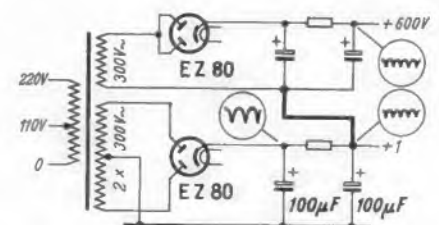

Bild 2. Verbesserter Netzteil, Brummspannung fast auf Null verringert
Abhilfe brachte eine Schaltung nach Bild 2, in der die Hochspannungswicklung mit dem Siebkondensator verbunden wird. Die hier auftretende Wechselspannung ist bereits geringer, so daß der Fehler behoben ist. Es
3. Der Regelbereich des Symmetrie-Einstellers im damaligen Bild 2 auf Seite 41 erwies sich als zu klein. Es muß ein Einstellpotentiometer von der doppelten Größe, also 2 k $\Omega$  linear, verwendet werden.